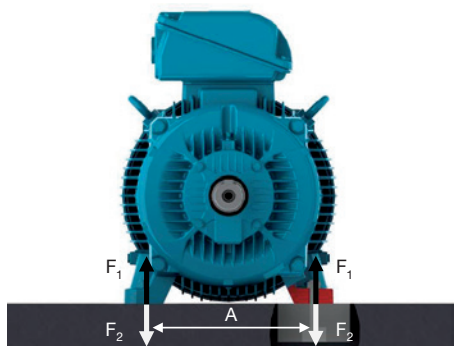

Figura 32 - Motor instalado sobre base de concreto
Os esforços do motor sobre a fundação podem ser calculados pelas equações (ver Figura 32):
- Bases de concreto: mais recomendadas e usuais para os motores de grande porte (ver Figura 32);